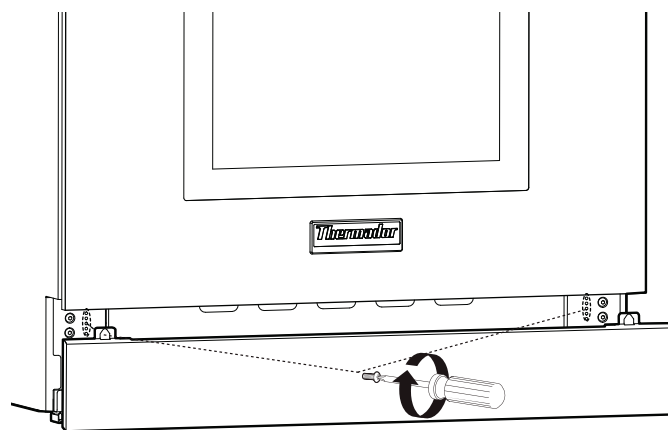

Figure 23 : Ajustement du panneau de seuil (plinthe)
2. Remplacez le panneau à l'une des cinq positions de trou de vis, comme illustré sur la *Figure 23*. Réinstallez les vis Torx.
Tournez le bouton à HI. Voir *Figure 23* pour les caractéristiques de flamme appropriées.